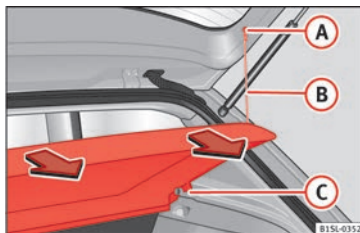

Bild 137 I bagagerummet: ta bort och montera hatthyllan
- Haka loss öglorna » **bild 137**  från sina fästen .